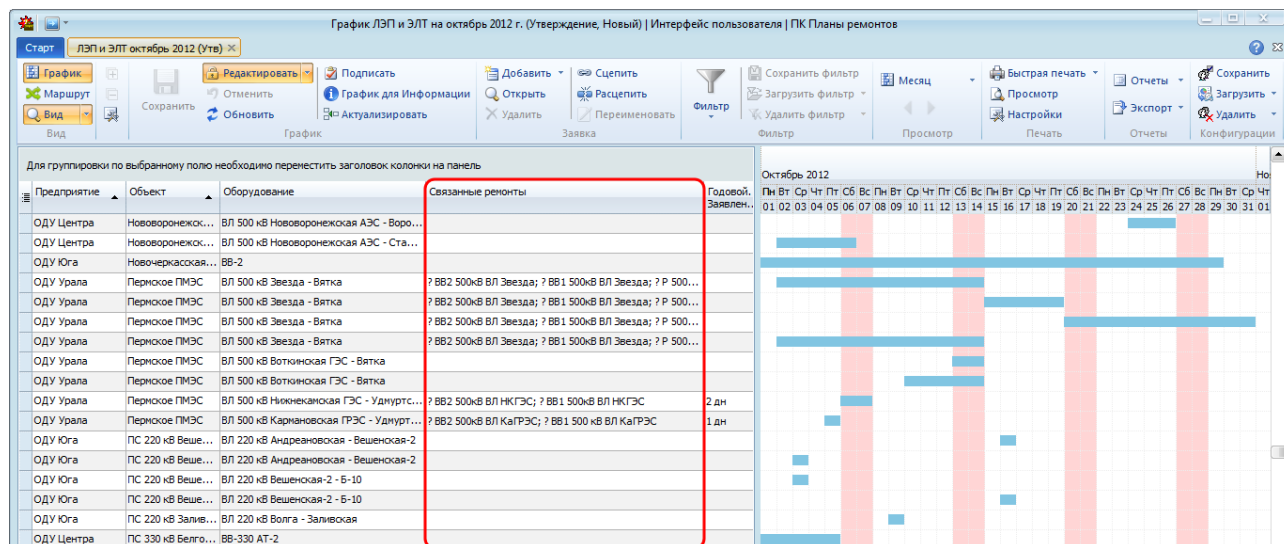

Рисунок 10.158 – Информация о связанных ремонтах на форме графика
- в табличной части графика в поле «Связанные ремонты» (Рисунок 10.158);